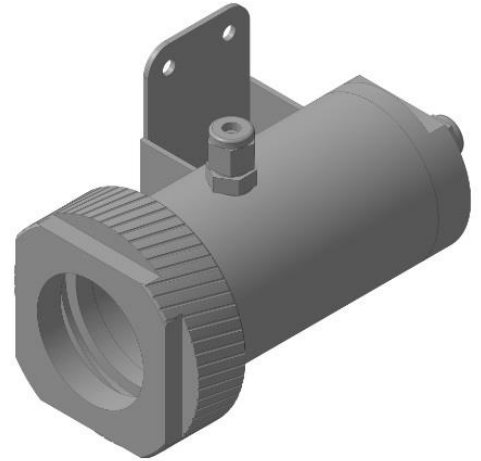

Figure 4.1 – Chamber
a) 将传感器放在可承受分析物高达 1 MPa 的过压的腔室中（图 4.1），并可以：